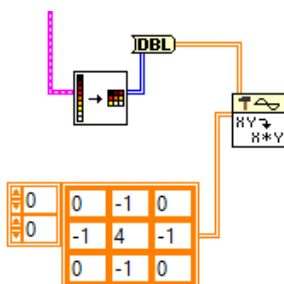

Рис.7.7. Створення масиву
14.2. Для входу Y створити константу та налаштувати її як показано на рис.7.7.